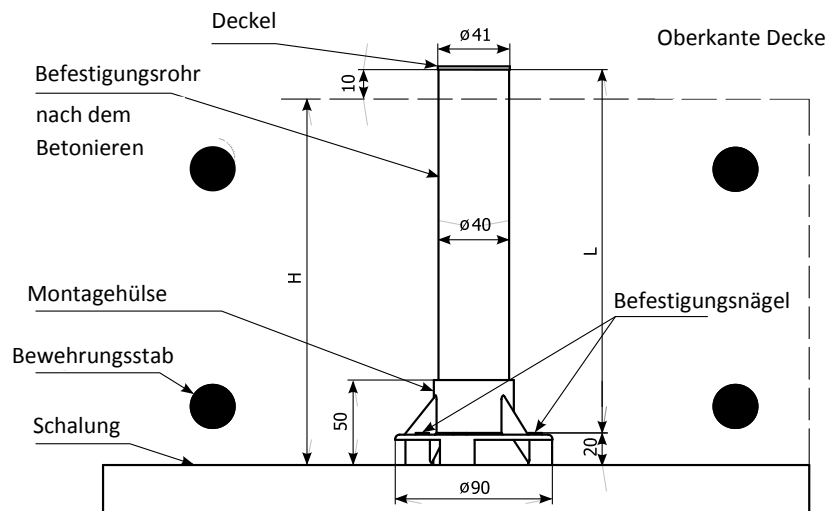

Abb. 5. Verlorener Halter
1.3.5. Verlorener Halter (Abb. 5)